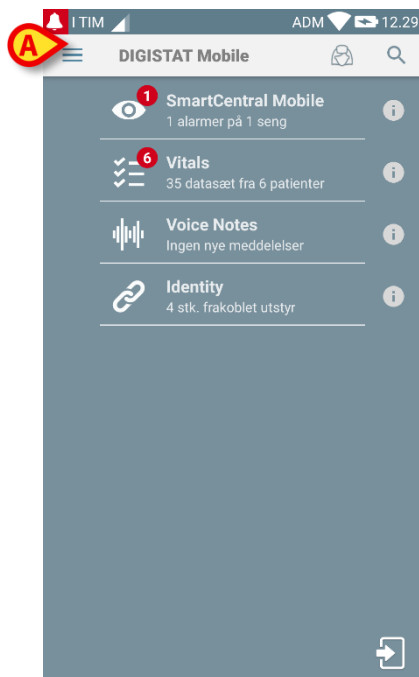

Fig 25
- Aktiver hovedskærmen i Digistat® Mobile applikationen (Fig 25).
- Berør  ikonet i øverste venstre hjørne på skærmen (Fig 25 **A**).